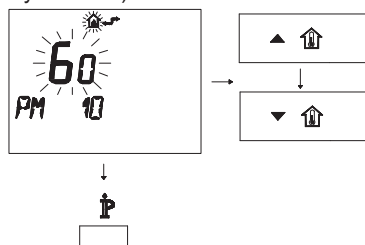

Рисунок 5.96
- Измените заданное значение при помощи кнопок ▲⏮ или ▼⏮ и подождите, пока заданная цифра не начнет мигать (Рисунок 5.96).